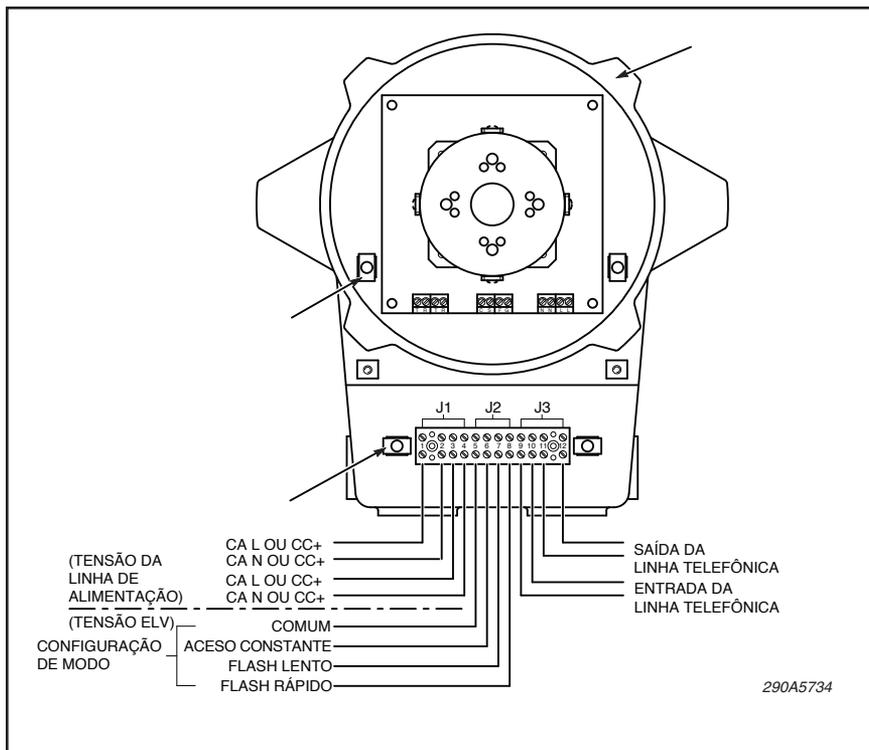

Figura 2.
e. Um terminal com doze casas é fornecido para a fiação. Veja na Figura 2 um diagrama da fiação. Estes terminais suportam as seguintes variações de fios: 22 a 12 AWG (0,5 a 4 mm²). O torque de aperto no terminal é de 0,5 a 0,7 Nm. A alimentação de energia através dos terminais de J1 suporta 300V, 10 ampères no máximo. Consulte a seção D para fiação específica de modo de operação.